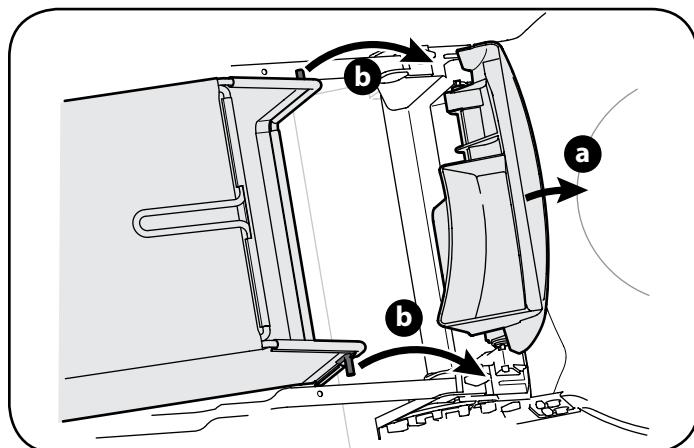

Figura 10
- Muévala a cualquier de las posiciones para la altura de corte deseado. Vea la Figura 10.